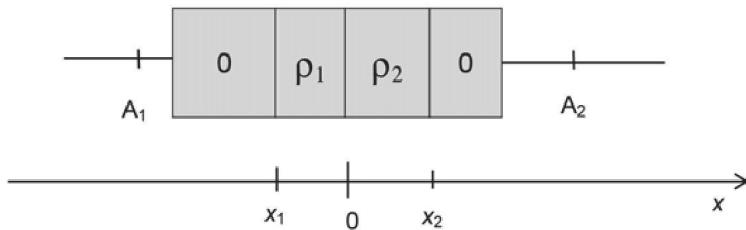

FIGURE 3 – Schéma représentant l'état d'équilibre
- en dehors de la zone $[x_1, x_2]$ appelée zone de déplétion, la densité de charge volumique est nulle (figure 3).